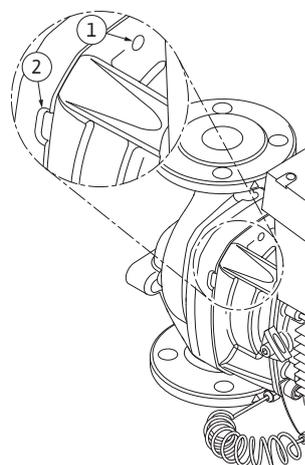

Fig. 51: Fori filettati e fessure per estrarre il set di innesto dal corpo pompa
- Estrarre il set di innesto (vedi fig. 13) dal corpo pompa. A tale scopo si consiglia l'impiego di due fori filettati (fig. 51, pos. 1), soprattutto per allentare la sede. Avvitare nei fori filettati due viti adatte ad allentare la sede. Se il set di innesto è scorrevole, per estrarlo si possono utilizzare anche le fessure (fig. 51, pos. 2) tra corpo pompa e lanterna (a tale scopo puntare ad es. due cacciaviti e utilizzarli come leva). Dopo circa 15 mm di percorso di estrazione, il set di innesto non è più condotto all'interno del corpo pompa.